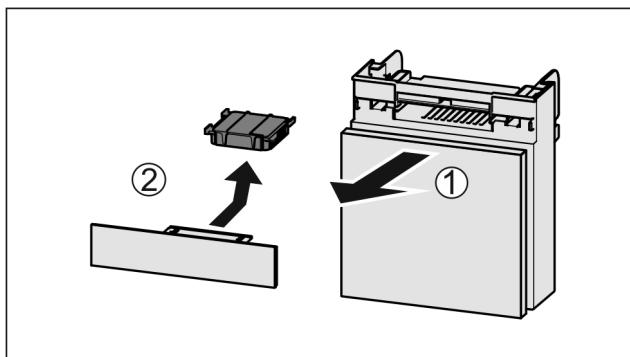

Fig. 146
- Издърпайте Fig. 146 (1) напред отделението.
- Извадете Fig. 146 (2) филтъра с активен въглен.